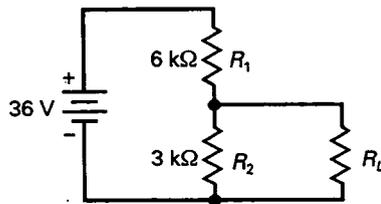

Figura 1-19
- 1-12. ¿Cuál es la tensión Thevenin en el circuito de la Figura 1-19? ¿Cuál es la resistencia Thevenin?
- 1-13. Use el teorema de Thevenin para calcular la corriente por la carga en el circuito de la Figura 1-19 para cada una de las siguientes resistencias de carga: 0,1 k Ω , 2 k Ω , 3 k Ω , 4 k Ω , 5 k Ω y 6 k Ω .
- 1-14. El valor de la fuente de tensión en la Figura 1-19 disminuye a 12 V. ¿Qué sucede con la tensión Thevenin? ¿Y con la resistencia Thevenin?
- 1-15. Si en la Figura 1-19 se duplica el valor de todas las resistencias, ¿qué sucede con la tensión Thevenin? ¿Y con la resistencia Thevenin?
- 1-18. ¿Cuál es el circuito equivalente Norton para la Figura 1-19?
- 1-19. Suponiendo que en la Figura 1-19 la tensión en la carga es de 36 V, ¿qué error hay en R_1 ?
- 1-20. La tensión en la carga del circuito de la Figura 1-19 vale cero. Si la batería y la resistencia de carga son correctas, sugiera dos averías posibles.
- 1-21. Si la tensión en la carga del circuito de la Figura 1-19 es cero y todas las resistencias son correctas, ¿dónde se localiza la avería?
- 1-22. Si la tensión en la carga del circuito de la Figura 1-19 es de 12 V, ¿cuál es la avería probable?
- 1-30. Diseñe un divisor de tensión (similar al de la Figura 1-19) que reúna lo siguiente: la tensión ideal es de 30 V, la tensión con la carga en circuito abierto es de 15 V y la resistencia Thevenin es igual o menor de 2 k Ω .
- 1-31. Diseñe un divisor de tensión como el de la Figura 1-19 que genere una tensión fija de 10 V para todas las resistencias de carga mayores que 1 M Ω . Emplee una tensión ideal de 30 V.